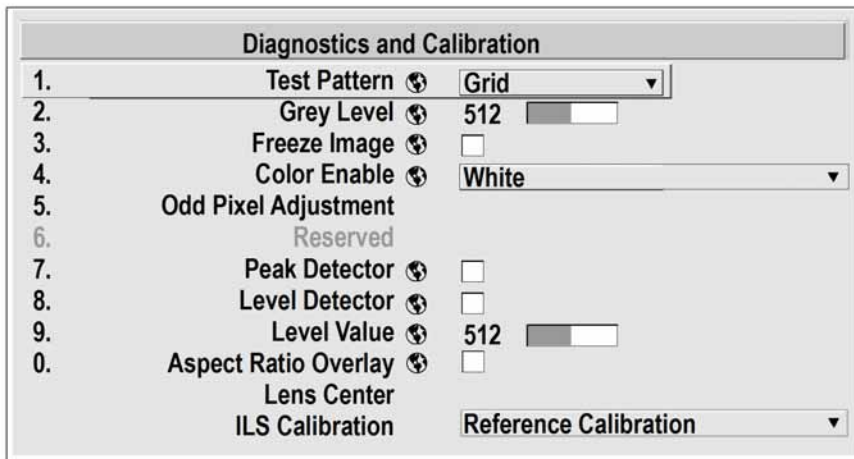

图 2-9 诊断和校准菜单
7. 校准镜头。请参阅图 2-9。如需更多信息，请参阅《Roadie HD+35K 用户手册》第 3 节：操作。